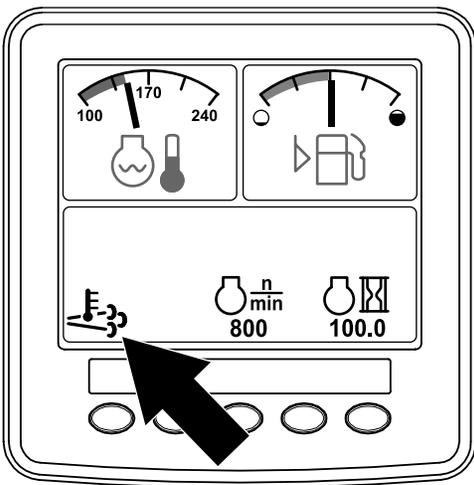

Figura 10
- L'icona della temperatura di scarico elevata viene visualizzata nell'InfoCenter (Figura 10).